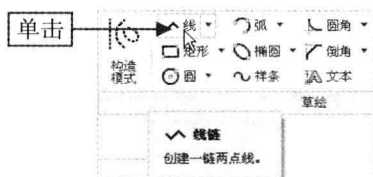

图 2-17 单击“线链”按钮
Step 02 在“功能区”选项板的“草绘”选项卡中,单击“草绘”面板中的“线链”按钮 ,如图 2-17 所示。